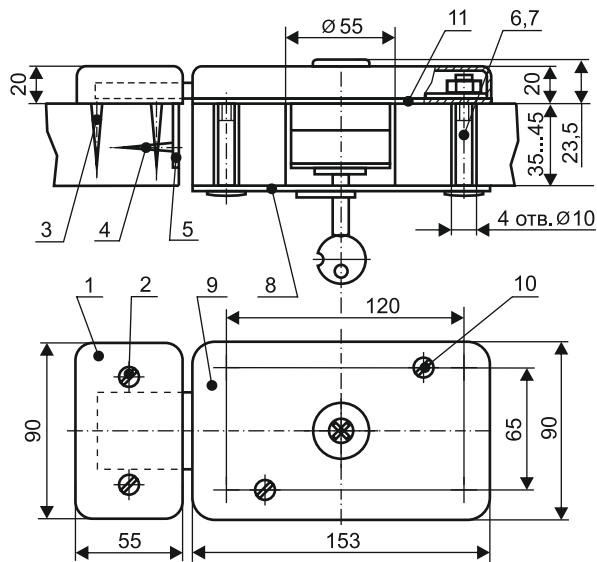

Рис.1
ПОРЯДОК МОНТАЖА (см. рис.1)
2. По размерам, указанным на рис.1, разметьте и просверлите четыре отверстия диаметром 10 мм под крепежные болты 6.